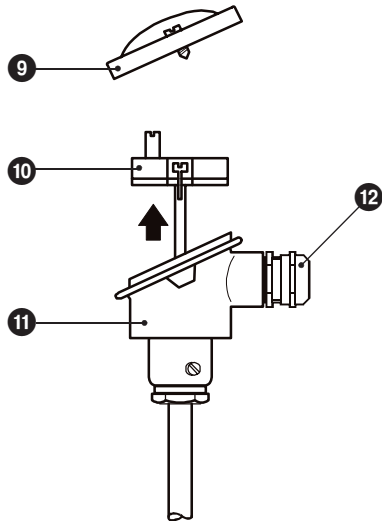
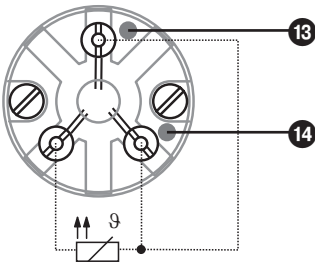
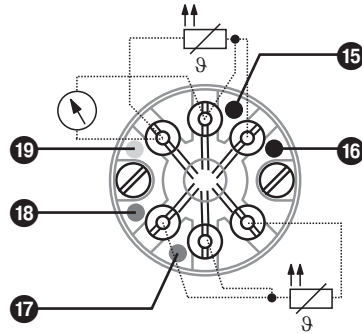

Fig. 4
Fig. 9
Fig. 10
1. Deckel ⑨ vom Anschlusskopf ⑪ abnehmen. **Fig. 4**
2. Kabelverschraubung ⑫ lösen.
3. Kabel durch Kabelverschraubung ⑫, Ring, Dichtung und Anschlusskopf ⑪ führen.
4. Anschlussklemmen des Meßeinsatzes ⑩ gemäß Anschlussplan **Fig. 9, Fig. 10** belegen.
5. An die gelb und schwarz markierten Klemmen von TRG 5-54 können alternativ z.B. Anzeigergeräte angeschlossen werden. **Fig. 10**
6. Kabelverschraubung ⑫ anziehen.
7. Deckel ⑨ aufsetzen und festschrauben.
Prüfen Sie, ob TRG 5-5... mit den dazugehörigen Steuergeräten TRS 5-6 oder TRS 5-8 gemäß dem Anschlussplan verdrahtet ist. **Fig. 9, Fig. 10**
1. Deckel **9** vom Anschlusskopf **11** abnehmen. **Fig. 4**